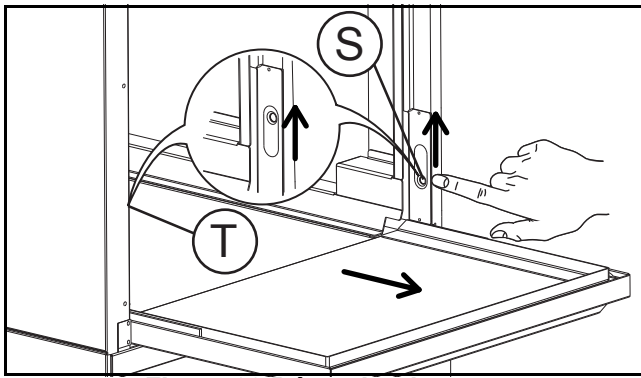

Figure 22 Décrocher la porte
- Décrocher la porte pour pouvoir accéder à la cuve (Figure 22):